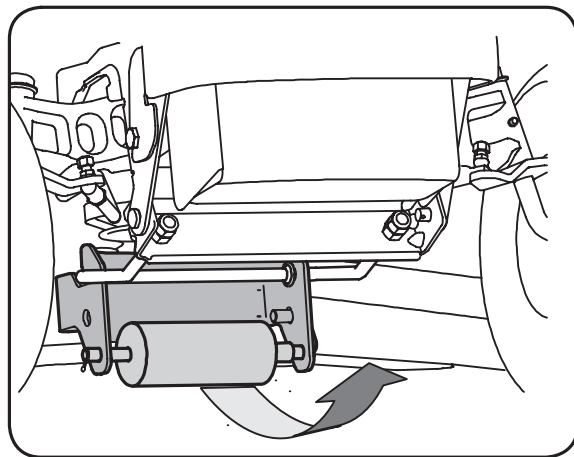

Figure 6-4
- Glissez lentement le plateau de coupe vers l'avant du tracteur pour que les crochets se détachent d'eux-mêmes de la tringle de stabilisation du plateau de coupe. Voir la Figure 6-4.